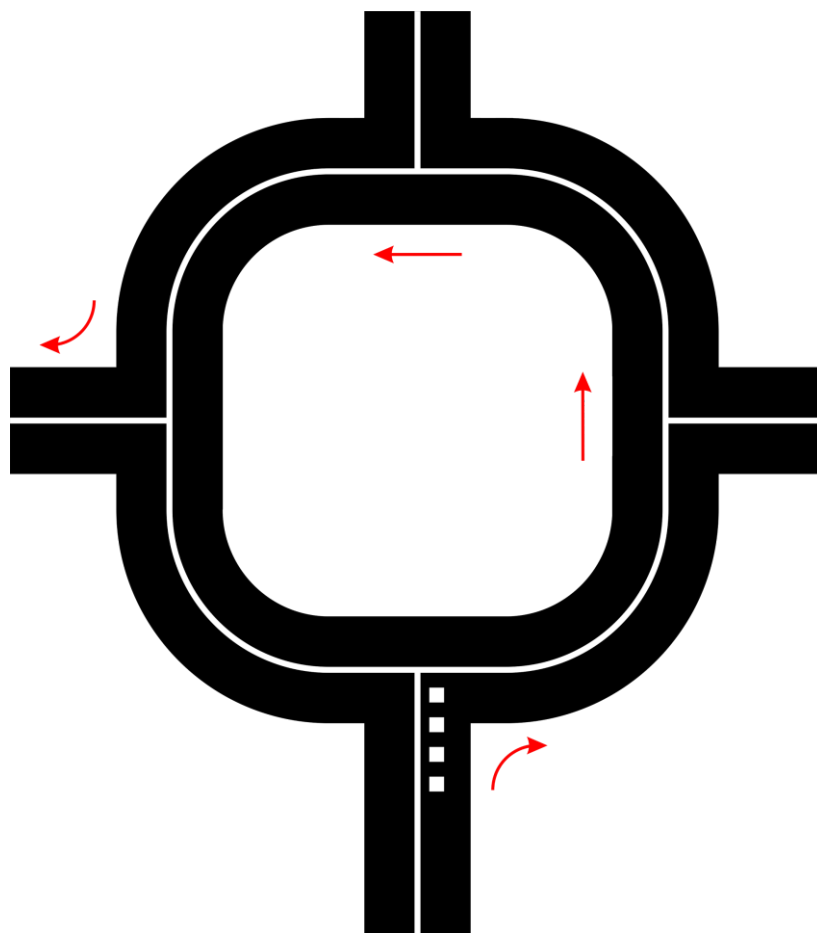

Figura 8. Rotatória.
e) Rotatória, cujo desafio consistirá em avaliar se o robô é capaz de entrar nela e sair no local indicado. Uma figura ilustrativa deste trecho é apresentada na figura 8. A marcação do desafio se dará de forma semelhante à curva de 90°, podendo contar com até 4 marcas brancas de 5,0 x 5,0 cm, a 3,0 cm da linha do percurso, no lado de ocorrência da curva, a 5,0 cm da mesma e espaçadas de 5,0 cm da próxima marca. O número de quadrados brancos em sequência irá indicar qual saída o robô deve tomar: